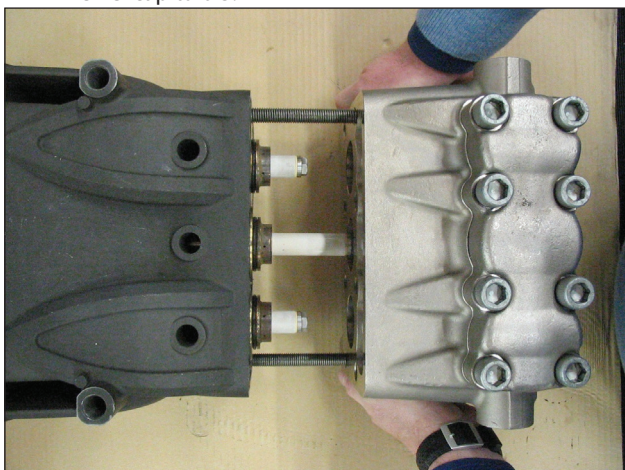

Fig. 33
- Lubricar los componentes ②③⑤ con grasa de silicona Tipo OCILIS cód. 12001600; tal operación es considerada necesaria también para facilitar el asentamiento del labio de las juntas sobre el pistón.
- Utilizando dos tornillos – clavija de servicio (cód. 27508200) fijadas en el cárter como se indica en la (Fig. 33), posicionar el cabezal completo; asegurarse que se encuentra centrado solamente sobre el pistón central.